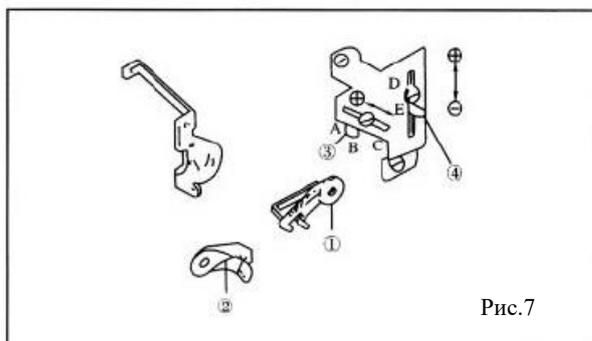

Рис.7
6.3. Регулировка натяжения нити петлителя. Рис.7.